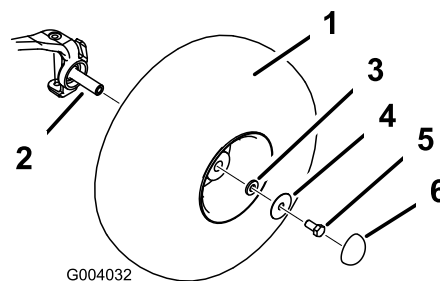

Figura 4
4. Monte as rodas com os dispositivos de fixação retirados (Figura 4) e aperte-os a 183-224 Nm.